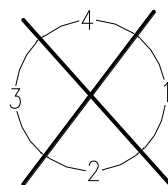

图 2-2C
3. 图 2-2C 所示的情况, 拖动鼠标选择适当的区域, 可以绘制角 1、角 2、角 3 或角 4 的角分线。